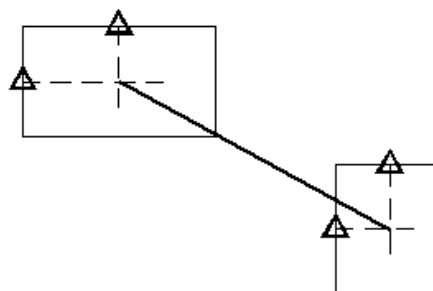

Рис. 31
Построить: используя отслеживание, соединить центры прямоугольников (рис. 31).
12. Не выходя из команды **Отрезок**, по аналогии (см. пункты 6...11), найдите центр второго прямоугольника и постройте линию, как указано на рис. 31.